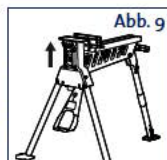
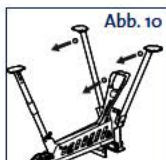

Abb. 9
Abb. 10
1. Vergewissern Sie sich, dass der Arretierungs-/Entsperrschalter (4) auf „entsperren“ steht. Siehe Abb. 9.
2. Drehen Sie die CrocLock™ um. Lösen Sie die Arretierung der vorderen Standbeine (8) und klappen Sie sie in Ruhestellung.
3. Lösen Sie das Fußpedal, indem Sie seine Arretierung (6) lösen. Klappen Sie das Fußpedal in Ruhestellung. Siehe Abb. 10.